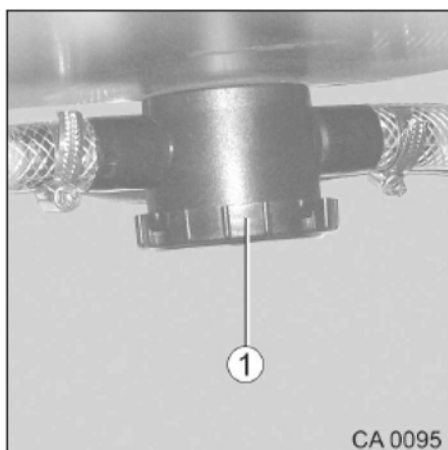

Fig. 169 Siphon
Pour éviter des mauvaises odeurs émanant de l'installation des eaux usées, le camping-car est équipé de siphons (Fig. 169/1).
2. Dévisser le couvercle (Fig. 169/1).
4. Revisser le couvercle (Fig. 169/1) sur le siphon.